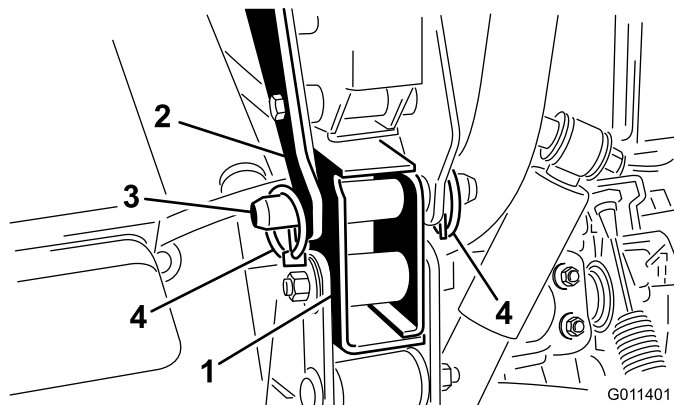

Рисунок 9
- Прикрепите каждый задний монтажный кронштейн к раме автомобиля Workman с помощью шплинтуемого штифта и 2 шплинтов с кольцом (Рисунок 9).